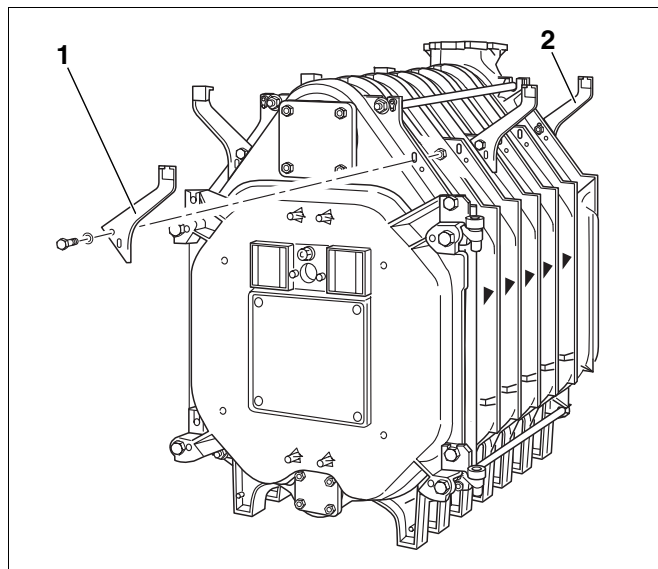

Fig. 36 Montarea consolelor
- Fixați cu șuruburi consolele pe elementul posterior (fig. 36, **poz. 2**) de coastă, din spate.
- Consolele elementului anterior și elementelor intermediare (fig. 36, **poz. 1**) se fixează cu șuruburi exclusiv din față.